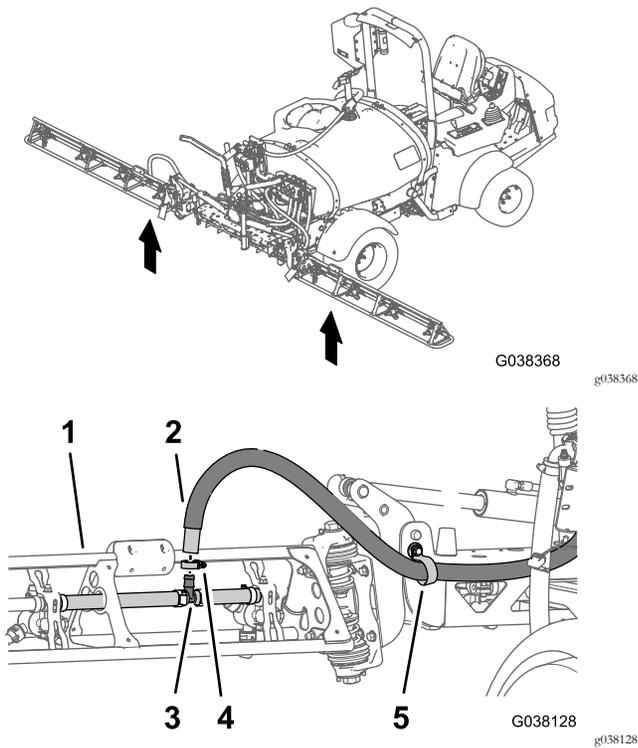

図 82
3. 右側ブーム用給液ホースを、中央ブームのサポートクランプに通す 図 82。
- 右側ブーム用給液ホースを、右ブームのT字フィッティングに接続する 図 82。